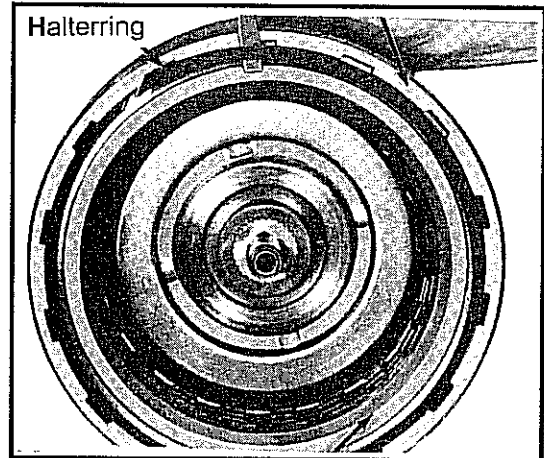

Abb. 10-91 Haltering für Lamellenkupplung Vorwärtsfahrt
- Haltering zur Befestigung der Druckplatte am Kupplungsgehäuse entfernen. Die Druckplatte abnehmen. Siehe Abb. 10-91.